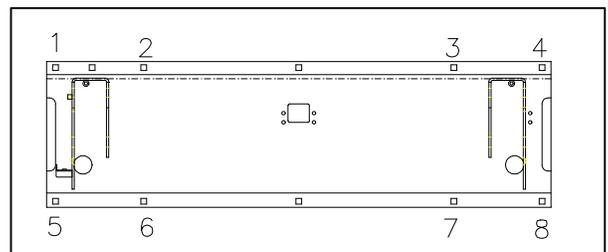

FIGURE 2-8: TROUS DANS LA BASE
- Référez à la **Figure 2-8**. Marquez/Percez 8 trous de 9.92 mm (**1 à 8**) à travers le plancher.